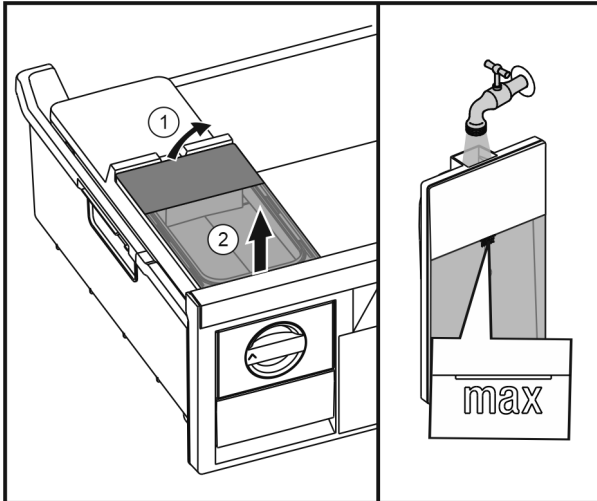

Fig. 28
- ▶ Soulever le réservoir d'eau depuis l'arrière Fig. 28 (1) et l'enlever vers le haut Fig. 28 (2).